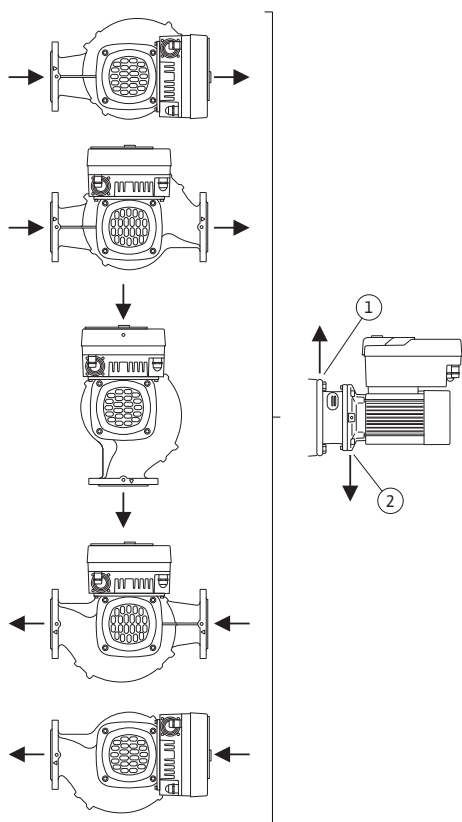

Fig. 8: Lubatud paigaldusasendid horisontaalse mootorivõlliga
Horisontaalse mootorivõlli ja elektroonikamooduliga ülespoole (0°) lubatud paigaldusasendid on kujutatud joonisel Fig. 8.
Pumba õhueemaldus on optimaalselt tagatud üksnes siis, kui õhueemaldusklapp näitab üles (Fig. 8, pos 1).
Selles asendis (0°) saab tekkiva kondensaadi puuraukude, pumba distantsääriku ja mootori (Fig. 8, pos 2) kaudu sihipäraselt ära juhtida.